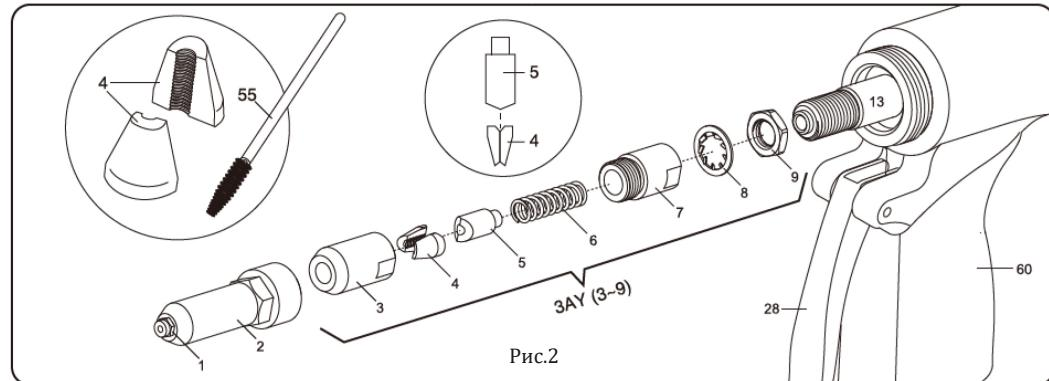

Рис.2
- Открутите головку (2) ключом №24, с помощью ключей №22 и №24 разберите корпус (3-9).
- Проверьте все внутренние запчасти, в случае, если какие-то из них повреждены, они должны быть заменены. Обязательно проверьте зубцы губок (4), в случае, если зубцы стерлись, замените губки. Также, обратите внимание на толкател (5) и пружину (6). Замените эти делали, если они серьезно износились, стали короче или деформировались.
- Используйте кисточку (55), чтобы почистить внутри верхний корпус тисков (3), зубцы губок (4), толкател (5), пружину (6) и задний корпус (7) (рис.2). Опустите эти детали в масло для смазки. Для лучшей смазки, нанесите немного молибденово-литиевой смазки на заднюю часть губок и на внутренний срез корпуса губок (3).
- Закрутите обратно гайку (9), пружинную шайбу (8), задний корпус губок (7), а затем засуньте в него пружину (6).
- Осторожно вставьте губки (4), а за ними толкател (5) в переднюю часть корпуса (3) (рис.2), затем скрепите крепко эти части с задней частью корпуса (7) с помощью ключей №22 и №24. Убедитесь что гайка (9) все еще крепко не закреплена.
- С помощью ключей №22 и №24 и линейки измерьте и отрегулируйте стопорную гайку (9) до рекомендованной длины $77 \pm 0,5$ мм и затяните задний корпус. В конце, используйте ключ №24, чтобы крепко прикрутить основание (2).
- Подсоедините инструмент к системе подачи воздуха. Рекомендуется дважды нажать курок (28) для регулировки внутренних частей, чтобы они заняли правильное положение, после этого можете осторожно установить оправку для заклепок на рабочий наконечник.
- Используйте ключи №22 и №24, чтобы снова собрать корпус тисков (рис.2), с помощью линейки измерьте, а ключей отрегулируйте и зафиксируйте корпус тисков на расстоянии $77 \pm 0,5$ мм (рис.2). В конце, прикрутите основание (2) к инструменту. Убедитесь, что торцевая крышка масляного цилиндра (20) надежно прикручена, контейнер для сбора стержней(22) установлен правильно, корпус тисков и основание (2) крепко прикручены.